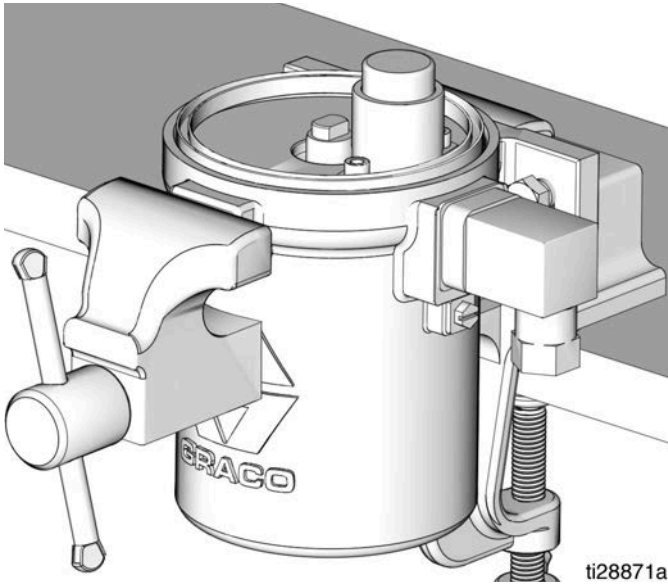

FIG. 36
12. Remettre le corps du moteur pneumatique dans un étau pour avoir accès au dessus du corps du moteur pneumatique comme montré sur la FIG. 36.